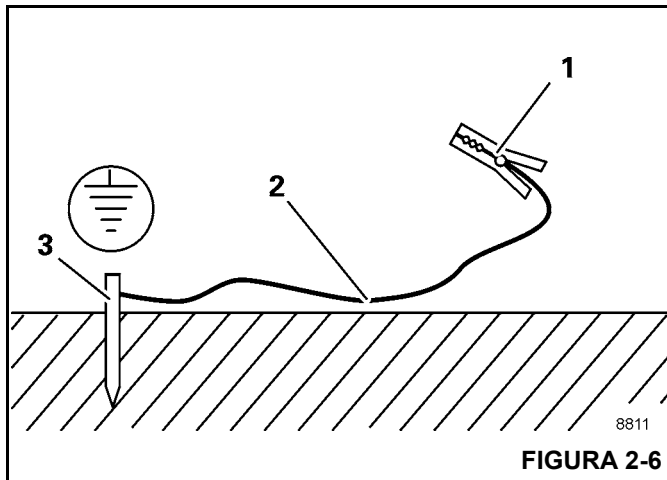

FIGURA 2-6
1. Martele uma haste de metal (3, Figura 2-6) (comprimento de aproximadamente 2,0 m (6.6 pés)) pelo menos 1,5 m (5 pés) no solo.
2. Umedeça o solo ao redor da haste de metal (3) para obter melhor condutividade.
3. Prenda um cabo isolado (2) na haste de metal (3) seção transversal de pelo menos 16 mm² (0.025 pol.²).
4. Conecte a extremidade livre do cabo com um grampo (1) a um local com boa condutividade elétrica na estrutura.